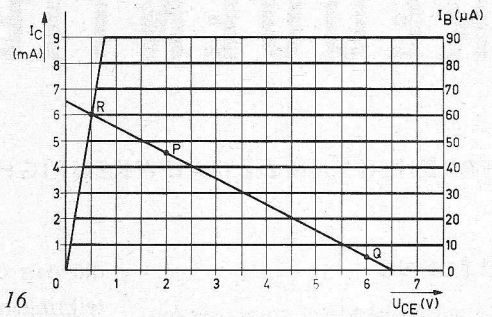

Fig. 16
- a. We tekenen in de karakteristiekenbundel een belastinglijn voor een voedingsspanning van 6,5 V en een belastingweerstand van 1000Ω (fig. 16). Hieruit lezen we af dat bij $I_B = 45 \mu\text{A}$ de collectorstroom is $I_C = 4,5 \text{ mA}$ en de collector-emitterspanning $U_{CE} = 2 \text{ V}$ (punt P).